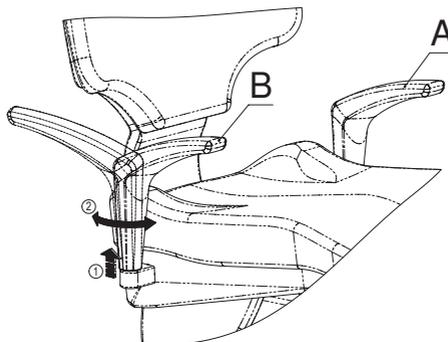

Fig. 20
Para girar el apoya-brazos (B), es necesario estirarlo en movimiento ascendente (manteniéndolo en su alojamiento) hasta que el mecanismo giratorio se desbloquee y permita que gire hasta que éste consiga su tope límite (final de carrera), donde se bloqueará de nuevo. Para mover el apoya-brazos de nuevo a su posición inicial, es suficiente con elevarlo de nuevo y volverlo hacia adentro, hasta que se bloquee automáticamente. (Fig. 20).